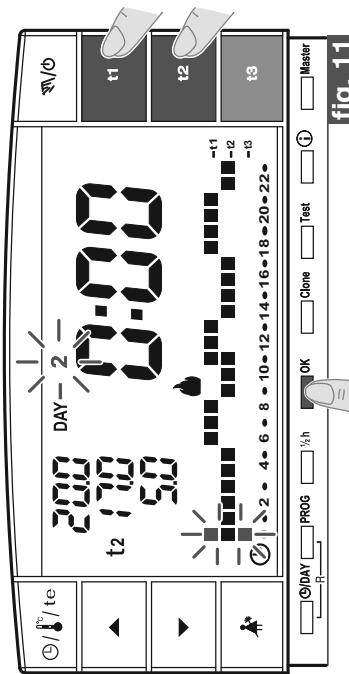

fig. 11
- Terminada la programación de las temperaturas del día **Lunes**, volver a programar en caso de error, (*utilizar las teclas ▲▼ para desplazar rápidamente la hora que se va a programar en la escala de 24 h: la hora respectiva aparecerá en la pantalla*) o presionar la tecla **OK** para confirmar el programa configurado. Confirmando con **OK** grabará en la memoria el programa configurado (para el Lunes) y en la pantalla aparecerá parpadeante el día Martes (2) así como los segmentos de la hora **0:00** de la escala térmica programada para el día anterior (fig. 11).
- Si se desea la misma escala térmica del Lunes, presionar la tecla **OK** (ej. fig. 11): se activará la misma escala para el **Martes** y parpadeará el día **3 Miércoles** y los segmentos de la hora **0:00**.